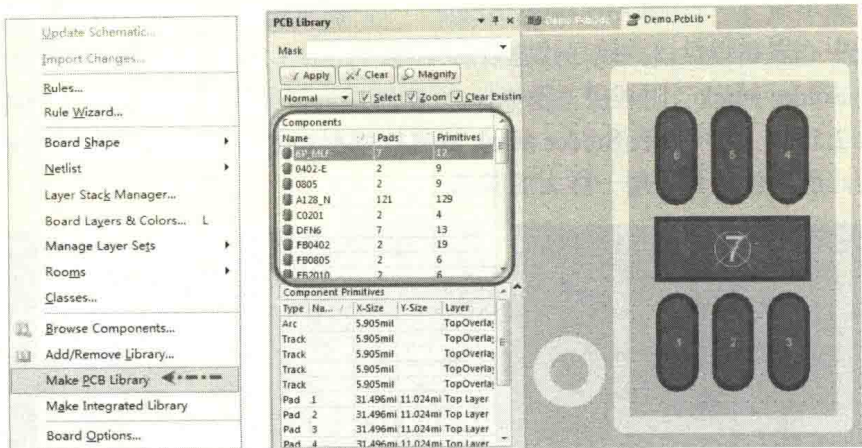

图 5-24 PCB 库的生成
(1) 打开目标 PCB 文件。
(2) 执行菜单命令“Design-Make PCB Library”，或者按快捷键“DP”，即可完成 PCB 库的生成，如图 5-24 所示。